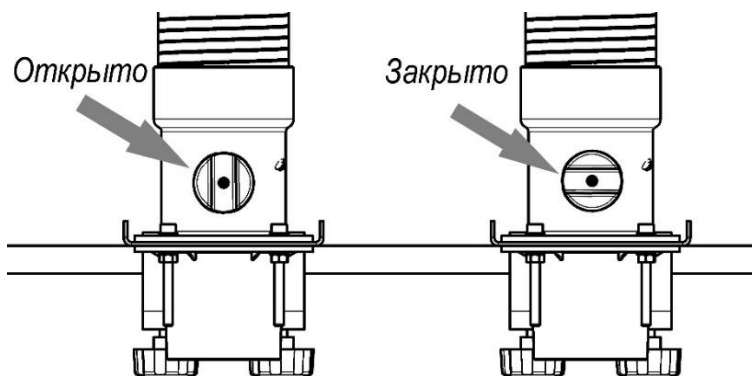

Рисунок 4
5.6 Для регулировки расхода воздуха необходимо повернуть ручку заслонки, установленную на патрубке опоры. Положение ручки заслонки при полностью открытом и полностью закрытом проходе показано на рисунок 4.